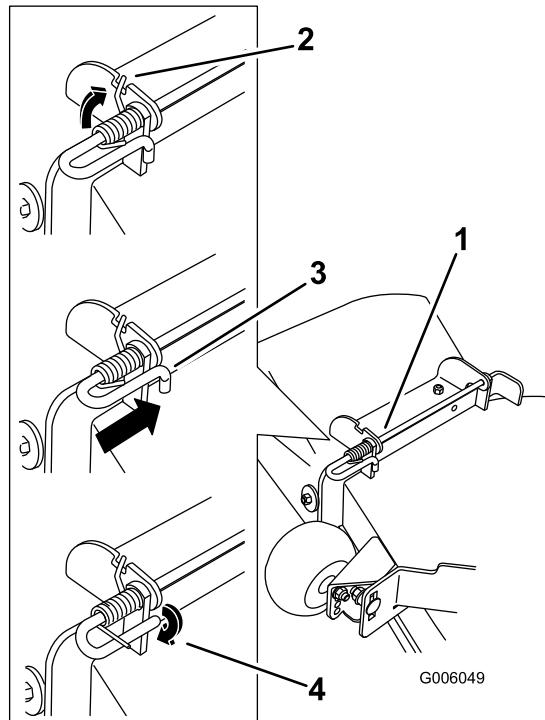

Figure 75
- 5. Fixez l'ensemble tige et ressort en le tournant de sorte à pouvoir placer l'extrémité courte de la tige derrière le support avant soudé au tablier de coupe (Figure 75).
4. Soulevez le côté long du ressort et placez-le dans le cran du support de l'ensemble déflecteur (Figure 75).